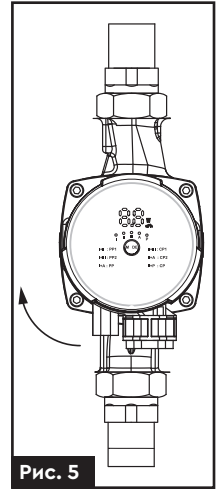

Рис. 5
3. Поверніть головну частину насоса на осі валу у потрібне положення, не знімаючи з насосної частини (рис. 5).